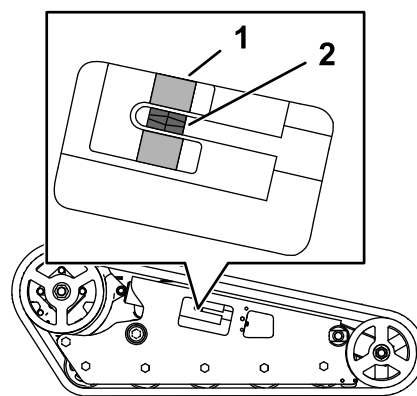

Figure 58
Vérifiez que le bloc de tension est aligné sur le guide vert de l'autocollant ou qu'il se trouve à 1,3 cm (½ po) de l'arrière de la fente du tube de tension (Figure 58).
4. À l'aide d'un rochet de ½ pouce, tournez la vis de tension jusqu'à ce que le bloc de tension soit aligné sur le guide vert de l'autocollant ou se trouve à 1,3 cm (½ po) de l'arrière de la fente du tube de tension (Figure 58).
- Vérifiez que le bloc de tension est aligné sur le guide vert de l'autocollant ou qu'il se trouve à 1,3 cm (½ po) de l'arrière du tube de tension pour les deux chenilles (Figure 58). Réglez-la si nécessaire.